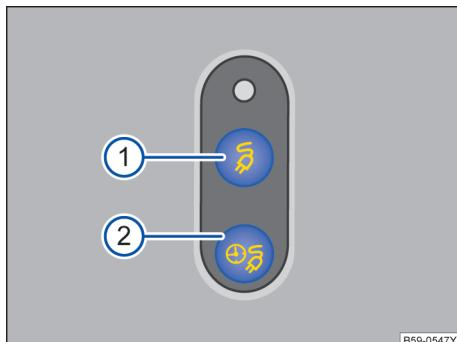

图 132 充电按钮示意图：① 立即充电按钮 ② 延迟充电按钮
- 插入充电电缆，若未设置延迟充电，则按钮→图 132①中的指示灯亮起。
- 插入充电电缆，若设置了延迟充电，则按钮→图 132②中的指示灯亮起。